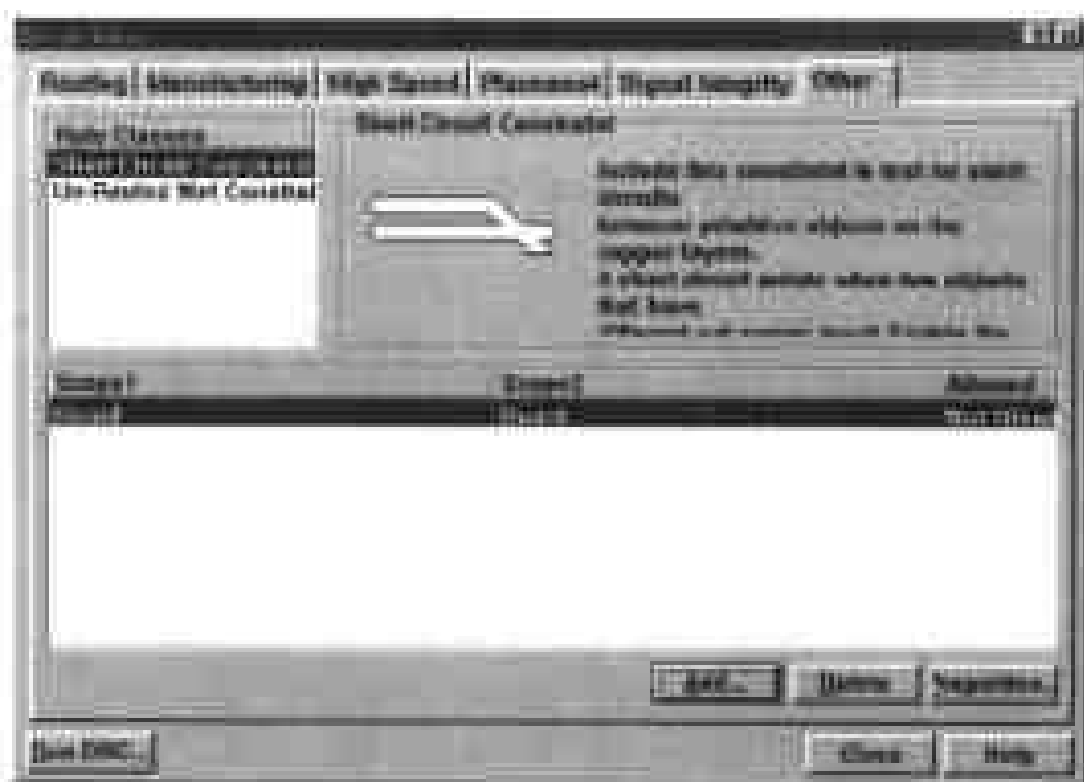

图 9-55 选择 Short-Circuit Constraint
(1) 选择 Design > Rules,在弹出的 Design Rules 对话框中单击 Other 标签,然后在对话框的 Rule Classes 列表框中单击 Short-Circuit Constraint,此时对话框下部方框中包含 Scope1, Scope 2 和 Allowed 3 个栏目,如图 9-55 所示。